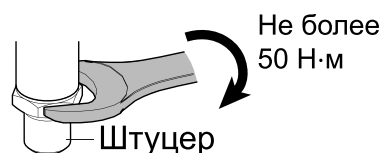

Рисунок 6.7 – Крепление штуцера
2. Закрепить преобразователь в точке установки гаечным ключом за шестигранник штуцера (см. рисунок 6.7). Усилие затягивания не должно превышать  $50 \text{ Н} \cdot \text{м}$ .